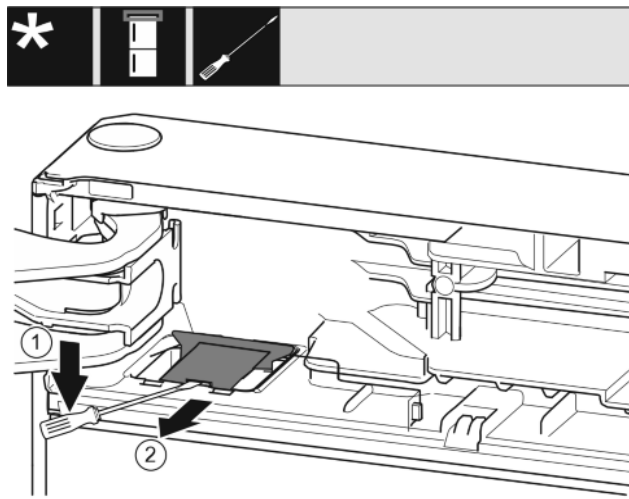

Fig. 8
- ▶ Plochým šroubovákem uvolněte kryt a zvedněte jej nahoru. Fig. 8 (1)
- ▶ Sejměte kryt. Fig. 8 (2)